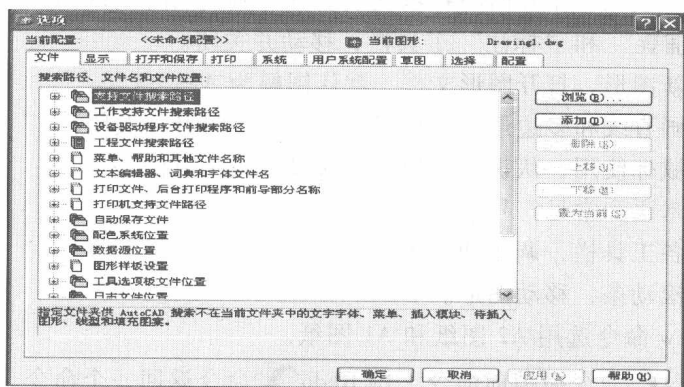

图 1-7 显示“文件”选项卡内容的“选项”对话框
1. “文件”选项卡 图 1-7 所示是显示“文件”选项卡内容的“选项”对话框，该选项卡用于设置 AutoCAD 查找支持文件的搜索路径。